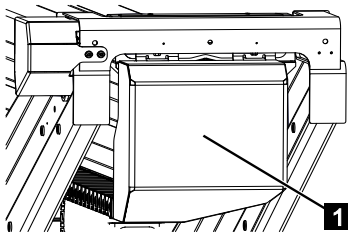

Fig. 258
10. Démontre le capot (Fig.258/1) sur le profil.